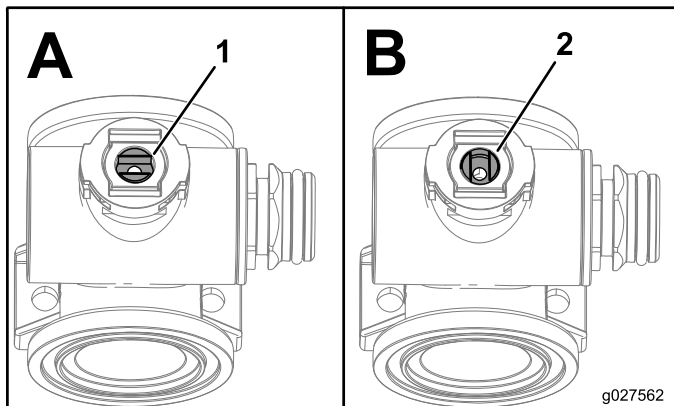

Bild 1
9. Positionieren Sie den Ventilschaft so, dass er geschlossen ist (Ausschnitt B, Bild 1).
12. Drehen Sie den Ventilschaft so, dass der Ball in der geöffneten Stellung ist (Ausschnitt A, Bild 1).